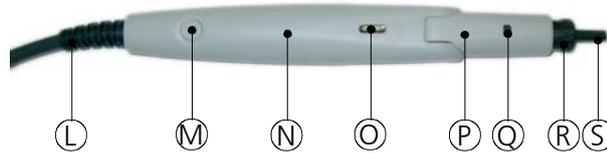
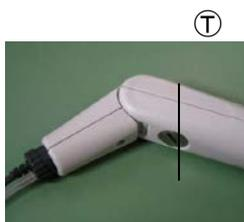

Figura 8 Sonda RaceCar con estremità standard della sonda per lo screening
Figura 9
La sonda di Race Car Tympanometer è mostrata in figura 8. La testa della sonda è regolabile su tre posizioni (0°, 60° e 80°). Questa viene regolata allentando la vite di fissaggio (figura 9 ①) presente sul fondo della sonda utilizzando
Per cambiare l'inserto della sonda, premere il tasto di rilascio (Figura 8 ⑤) della sonda con uno strumento o una penna. Rimuovere l'inserto della sonda per lo screening.